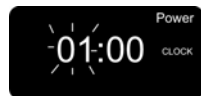

Fig. 16
2. Pour saisir l'heure, appuyez sur le bouton Augmentation jusqu'à ce que l'heure s'affiche. (Fig. 16)